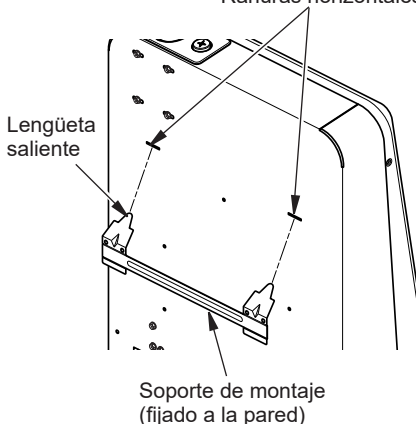

Figura 9 - Montaje del calentador en el soporte de montaje
1. Localice las dos ranuras horizontales en el panel posterior del calentador (consulte la figura 9).